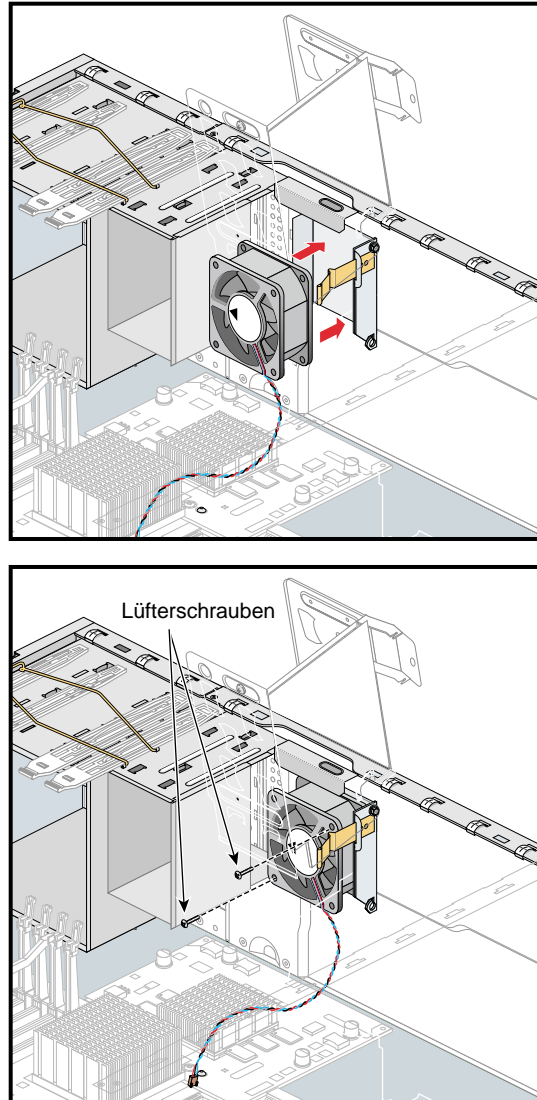

Abbildung 4-41 Installieren des Austausch-Festplattenlüfters
4. Richten Sie den Austauschlüfter so aus, dass der Luftstrom zur Gehäuserückseite gerichtet ist und sich der Steckverbinder auf der Seite befindet, die dem Stromanschluss am nächsten liegt. Stecken Sie den Lüfter anschließend in das Gehäuse und führen Sie den Steckverbinder durch die Nut im Lüfterhalter. Siehe Abbildung 4-41.
5. Bringen Sie die beiden Kreuzschlitzschrauben an, mit denen der Lüfter am Lüfterhalter befestigt wird. Schließen Sie dann den Steckverbinder des Festplattenlüfters an den Stromanschluss auf der Systemplatine an. Siehe Abbildung 4-41.